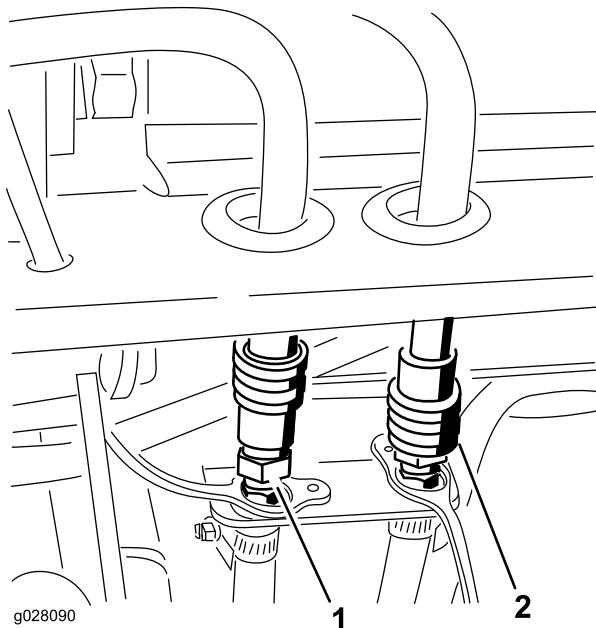

Figura 68
- Conecte las mangueras de presión y de retorno del calentador de la cabina a los conectores rápidos del soporte del bastidor trasero (Figura 68).